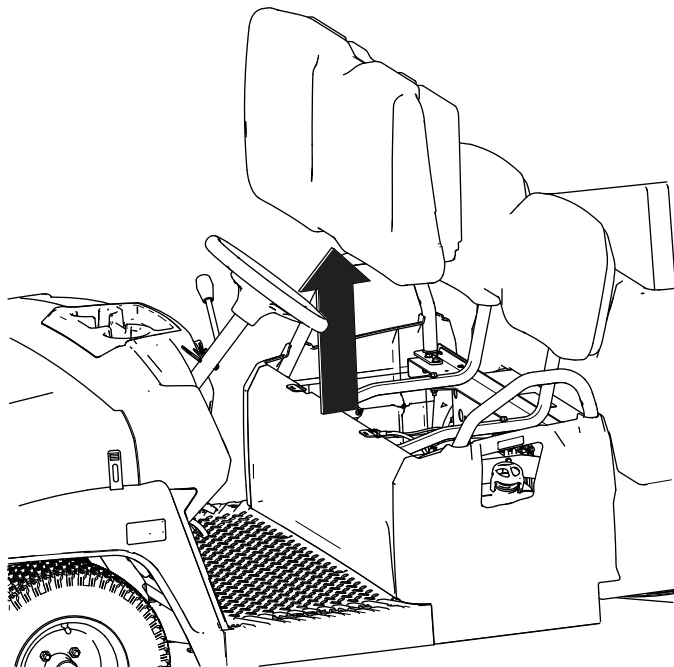

Bild 32
2. Heben Sie das Sitzpolster nach oben aus der Halterung heraus. (Bild 32).